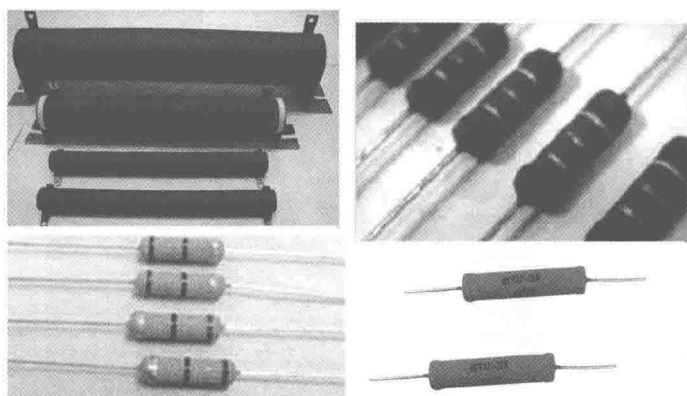

图 1-4 绕线电阻器
(4) 绕线电阻器。线绕电阻器是用康铜、锰铜或镍铬合金丝在陶瓷骨架上绕制而成的一种电阻器，表面有保护漆或玻璃釉（见图 1-4）。这种线绕电阻器的特点是耗散功率大，可达数百瓦，主要用作大功率电路中作降压或负载等用（能工作在 $150\sim 300^{\circ}\text{C}$ 温度的环境中）。另外，由于结构上的原因，其分布电容和电感系数都比较大，不能在高频电路中使用。